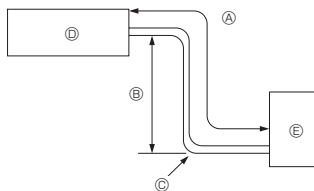

Fig. 2-1
2.1. Aukstumaģenta caurule (Fig. 2-1)